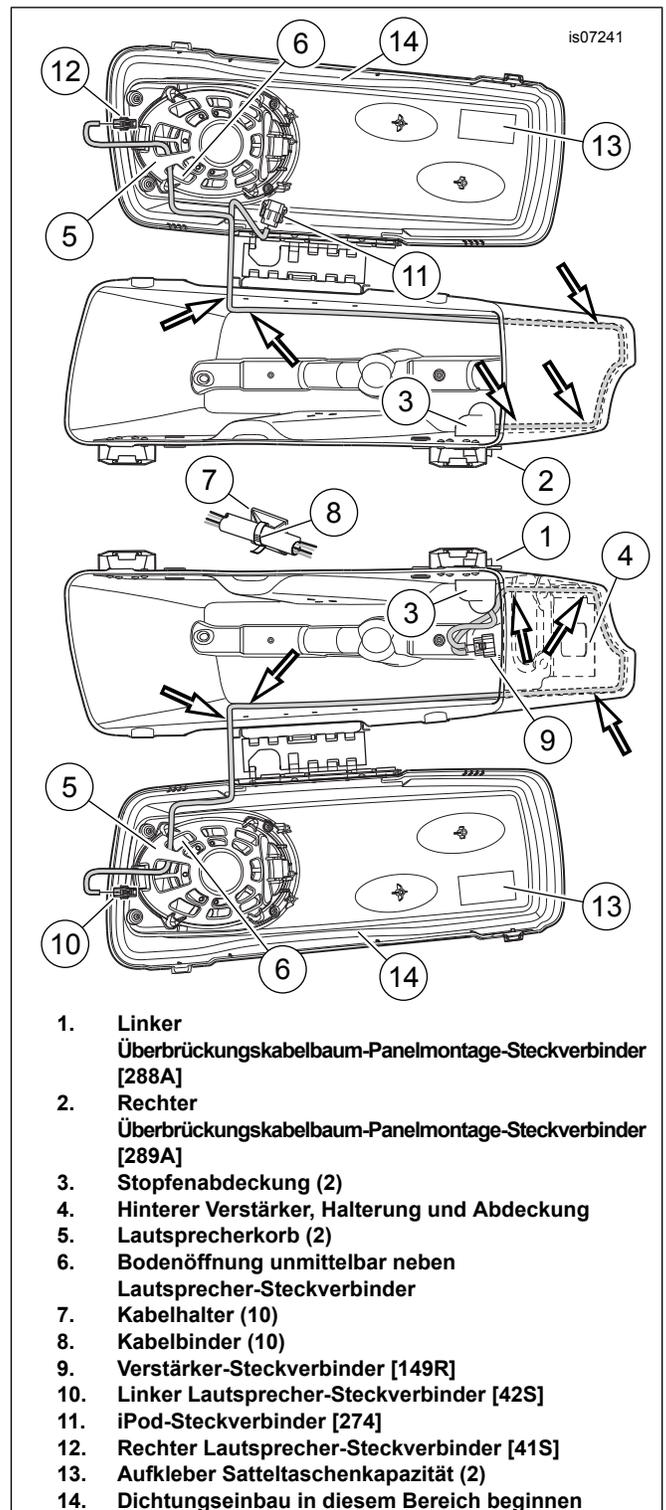
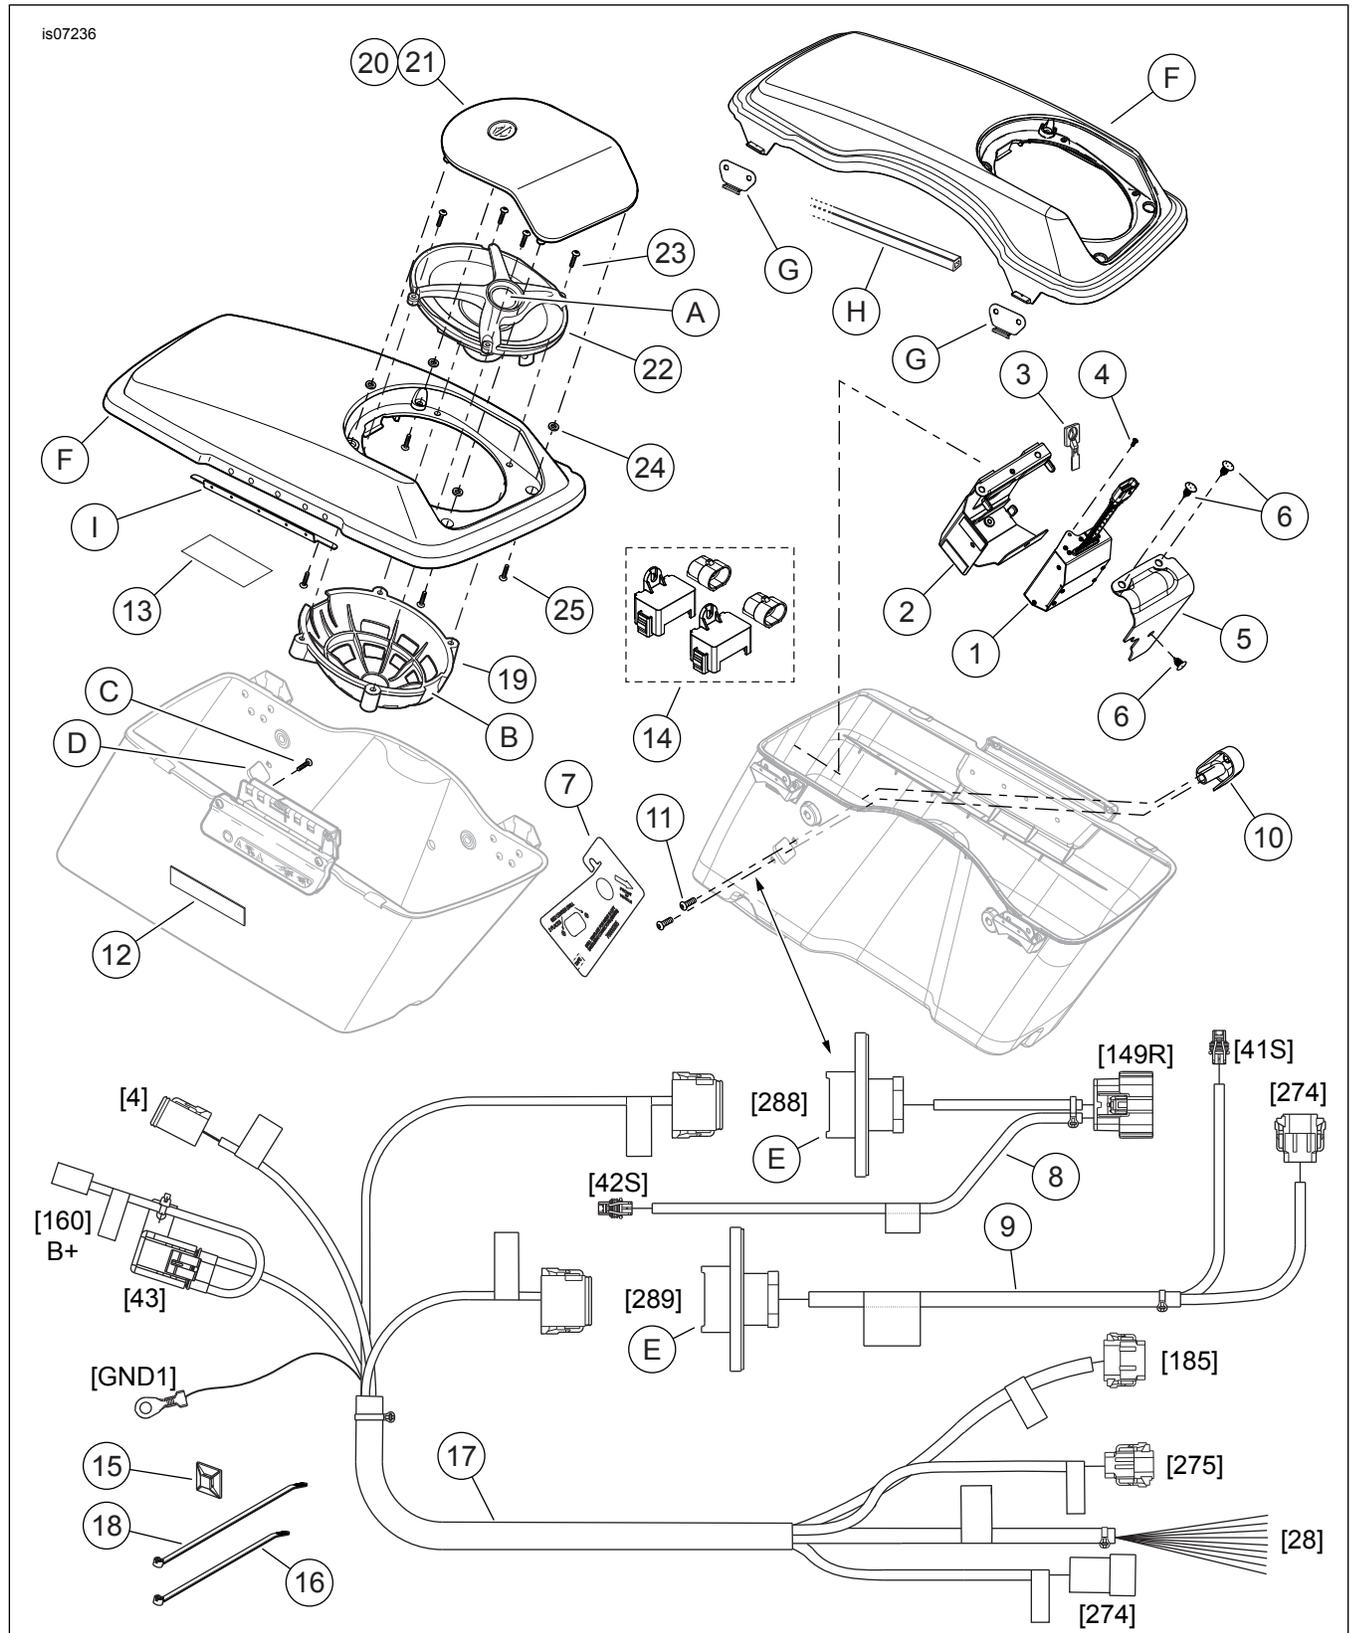

Abbildung 5. Kabelbaumverlegung in Satteltaschen
Abbildung 7. Ersatzteile, CVO-Lautsprecher-Erweiterungssatz
10. Siehe Abbildung 5. Die Stopfenabdeckung (3) über dem Panelmontage-Steckverbinder (1) und dem Überbrückungskabelbaum von der **Innenseite** der Satteltasche aus einbauen. Zwei Schrauben von **außen** durch den Steckverbinderflansch und die Satteltaschenwand in die Gewindebohrungen in der Stopfenabdeckung einsetzen. Auf ein Drehmoment von 3,95–4,52 N·m (35–40 **in-lbs**) anziehen. Den Kabelbaum am Satteltaschenboden verlegen.
- Den Dichtungseinbau in der Mitte an der Deckelinnenseite gegenüber dem Scharnier beginnen (siehe Abbildung 5, Teil 14).
2. Siehe Abbildung 5. Den Satteltaschenlautsprecher-Überbrückungskabelbaum (zuvor in die Satteltasche eingebaut) wie folgt verlegen:
3. Den Steckverbinder [42S] durch die Bodenöffnung (6) im Lautsprecherkorb (5) unmittelbar neben dem Lautsprecher-Steckverbinder verlegen und am Lautsprecher-Steckverbinder anschließen.
4. Fünf Kabelhalter (7) und fünf Kabelbinder (8) aus dem Satz nehmen. Die Schutzfolie von der Rückseite aller selbstklebenden Kabelhalter abziehen und die Halter wie abgebildet an die Innenwände der Satteltasche kleben, ca. 25 mm (1 in) über dem Boden der Satteltasche. Den Überbrückungskabelbaum mit den Kabelbindern an den Kabelhaltern befestigen.
5. Siehe Abbildung 7. Hinteren Verstärker (1), Halterung (2), T-Bolzen-Anker (3), Schraube (4), Abdeckung (5) und drei Druckknöpfe (6) aus dem Satz entnehmen.
8. Den Verstärker mit der Schraube (4) an der Halterung befestigen.
- Siehe Abbildung 5. **Beide** Zweige des Kabelbaums abwärts, nach hinten um die Außenwand herum und vor dem Halteseil des Satteltaschendeckels aufwärts zum Satteltaschendeckel verlegen.
1. Siehe Abbildung 7. Den Audiokabelbaum (17) aus dem Satz nehmen.
2. Den 12-poligen Steckverbinder mit der Bezeichnung „LH S'BAG 288“ (Linke Sattelta. 288) an die Steckerbuchse an der linken Satteltasche anschließen (siehe Abbildung 5, Teil 1). Der Steckverbinder ist mit einer Nut versehen, um falschen Zusammenbau zu verhindern. Auf ein „Klickgeräusch“ achten.
4. Den 12-poligen Steckverbinder mit der Bezeichnung „RH S'BAG 289“ (Rechte Sattelta. 289) (2) an die Steckerbuchse an der rechten Satteltasche anschließen. Auf ein „Klickgeräusch“ achten. Diesen Zweig des Kabelbaums an der oberen Rückseite der Satteltaschenhalterung auf dieselbe Weise befestigen.
9. Siehe Abbildung 7. Die vier Zweige des vorderen Teils des Audiokabelbaums (17) entlang der Verkleidungsinnenfläche des Verbindungskabelbaums zur oberen linken Ecke der Innenverkleidung verlegen.